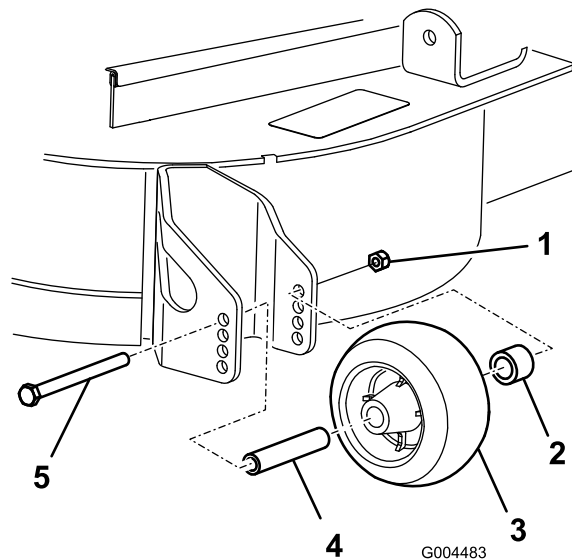

図 18
- 刈高を変更後、ローラのフランジナット、ブッシュ、スペーサ、ボルトを外して図 18、ローラの高さ調整を行う。
- フランジナット、ブッシュ、スペーサ、ボルトを取り付ける。54-61 Nm にトルク締めする(図 18)。